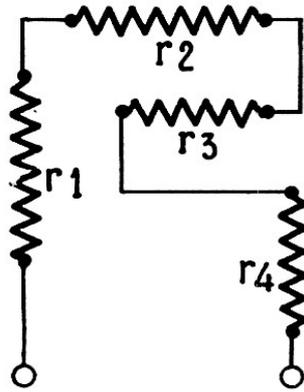

FIG. I-3
a) *En série* (fig. I-3).
Pour l'exemple de la figure I-3,